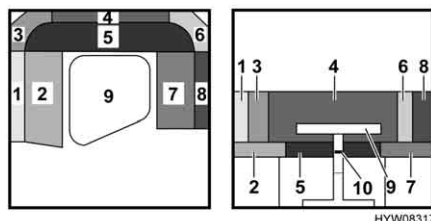

Fig. 59 Prima della trasformazione
- Sollevare la maniglia (Fig. 59,10) del tavolo (Fig. 59,9) verso l'alto e tirarla leggermente.